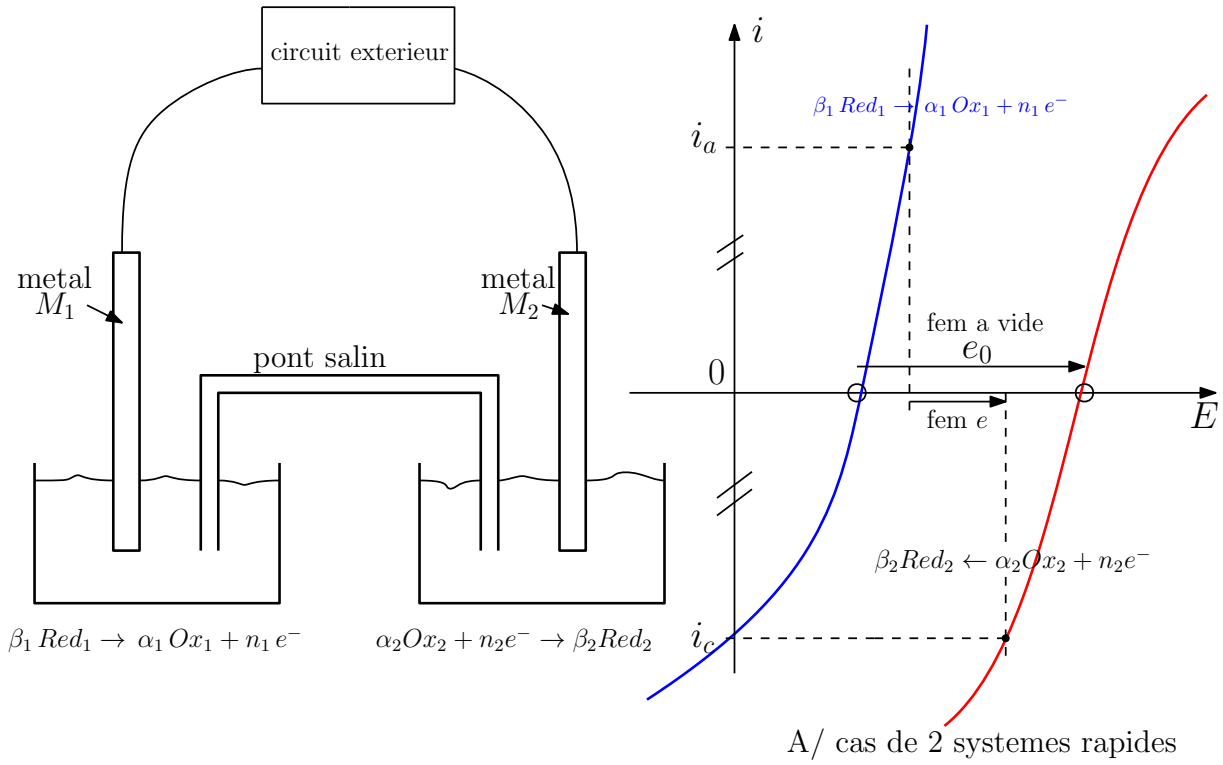

FIGURE 2 – Schéma de la pile et diagramme des courbes i_E dans le cas de 2 phénomènes redox rapides.
- La capacité prédictive de la thermodynamique est-elle complétée par celle de la cinétique ? Commenter les figures 2 et 3.